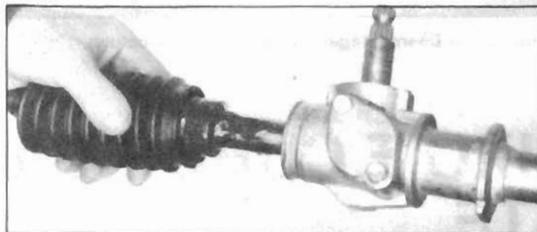

Fig.163 — Montagem dos folios
- Montar os foles de protecção e vedação (fig.163) sem ficarem sujeitos a esforços de torção.